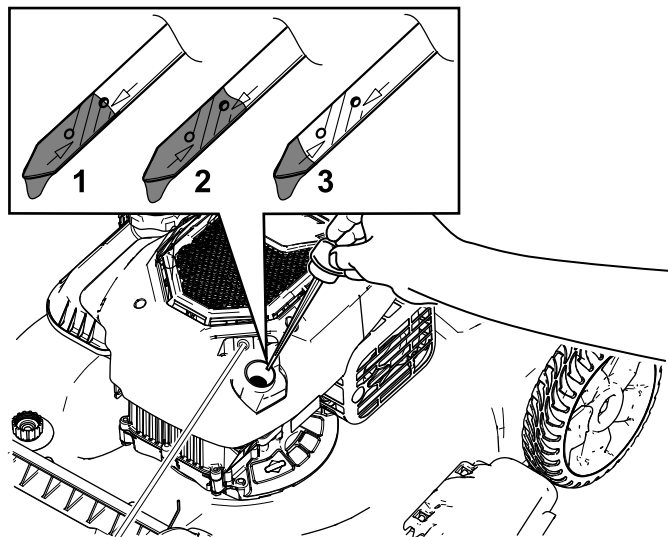

Figura 23
3. Retire la varilla girando el tapón en el sentido contrario a las agujas del reloj y tirando del mismo (Figura 23).
10. Observe el nivel de aceite en la varilla (Figura 23).